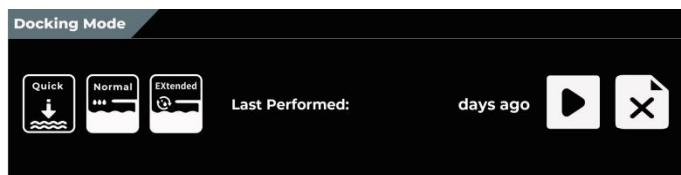

Figura 32 Ancoragem Inicial (mostrador de controlo secundário)
2. Reúna a tubagem evacuadora de fumo com quaisquer anexações ligadas em direcção ao filtro evacuador de fumo. Remova a tubagem e qualquer anexação ligada do filtro evacuador de fumo (Figura 32).